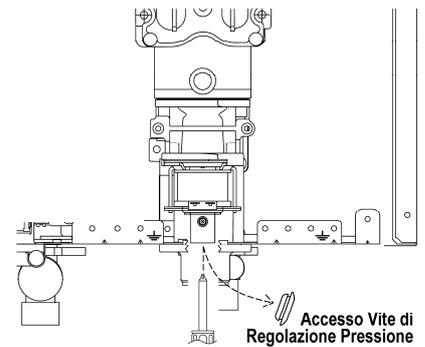

Fig. 4
11. Rimuovere il tappo in gomma sul fondo dell'apparecchio e regolate la pressione di minimo sulla valvola di modulazione (Fig.4) secondo i valori di pressione riportati di seguito. Riposizionare il tappo in gomma.